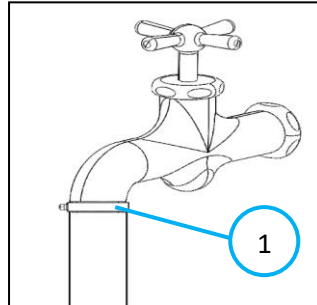

Fig. 1
3. Fixez un tuyau à un robinet en poussant son extrémité en caoutchouc sur le robinet et en serrant le collier de serrage (Fig. 1)